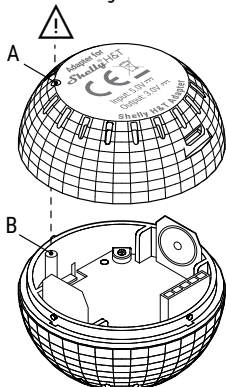

fig. 2
¡PRECAUCIÓN! Alinee el orificio (A) de la carcasa del Dispositivo con el botón de control Shelly H&T (B), como se muestra en la imagen 2.
¡ATENÇÃO! Alinhe o orifício (A) no invólucro do Dispositivo com o botão de controlo do Shelly H&T (B), tal como ilustrado na fig. 2.